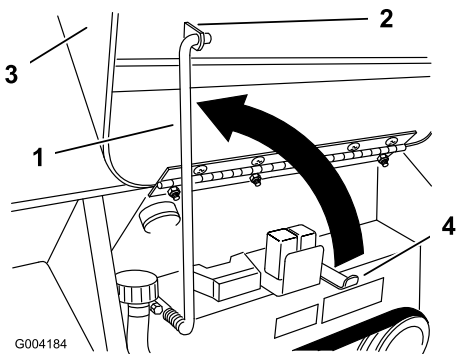

Figure 24
4. Relevez la béquille et engagez-la dans la patte sur le capot (Figure 24).